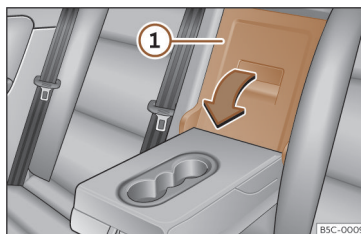

Fig. 168 No encosto do banco traseiro: abertura da tampa.
- Puxe a alavanca de desbloqueio no sentido da seta e rebata completamente a tampa >>> **Fig. 168** ① para a frente.